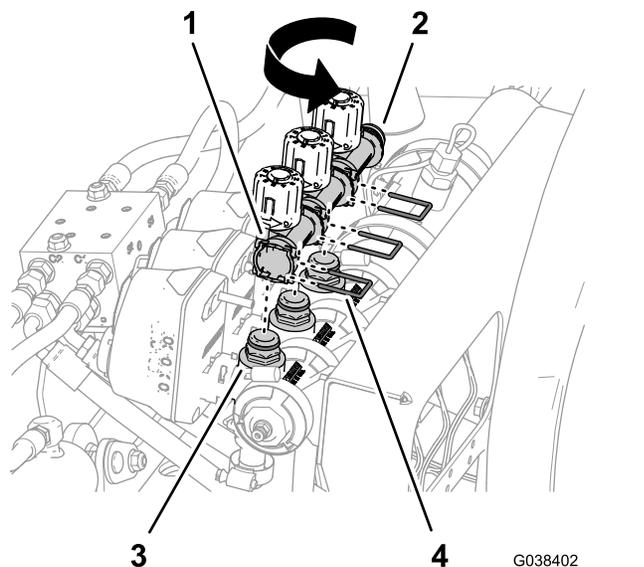

**Figure 84**
3. Déposez les étriers qui fixent le collecteur de dérivation au collecteur des vannes de pulvérisation (Figure 84).
4. Soulevez le collecteur de dérivation pour le détacher du collecteur des vannes de pulvérisation (Figure 84).